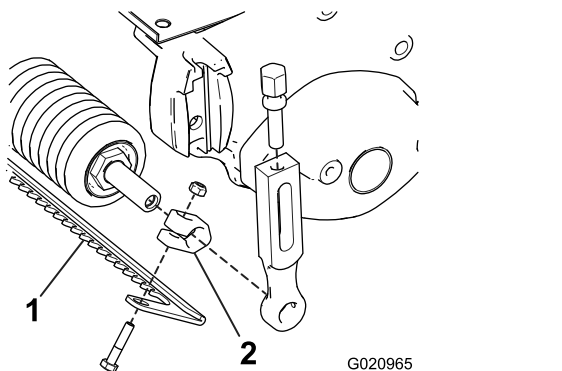

Bild 2
1. Setzen Sie eine Wellenklemme auf jedes Ende der Rollenwelle (**Bild 2**).
4. Setzen Sie den Abstreifer zwischen die Frontrolle und das Mähwerk, wie in **Bild 2** abgebildet.
5. Montieren Sie den Abstreifer lose mit einer Schraube und Mutter (**Bild 2**) an jeder Klemme. Ziehen Sie ihn nicht zu fest an.